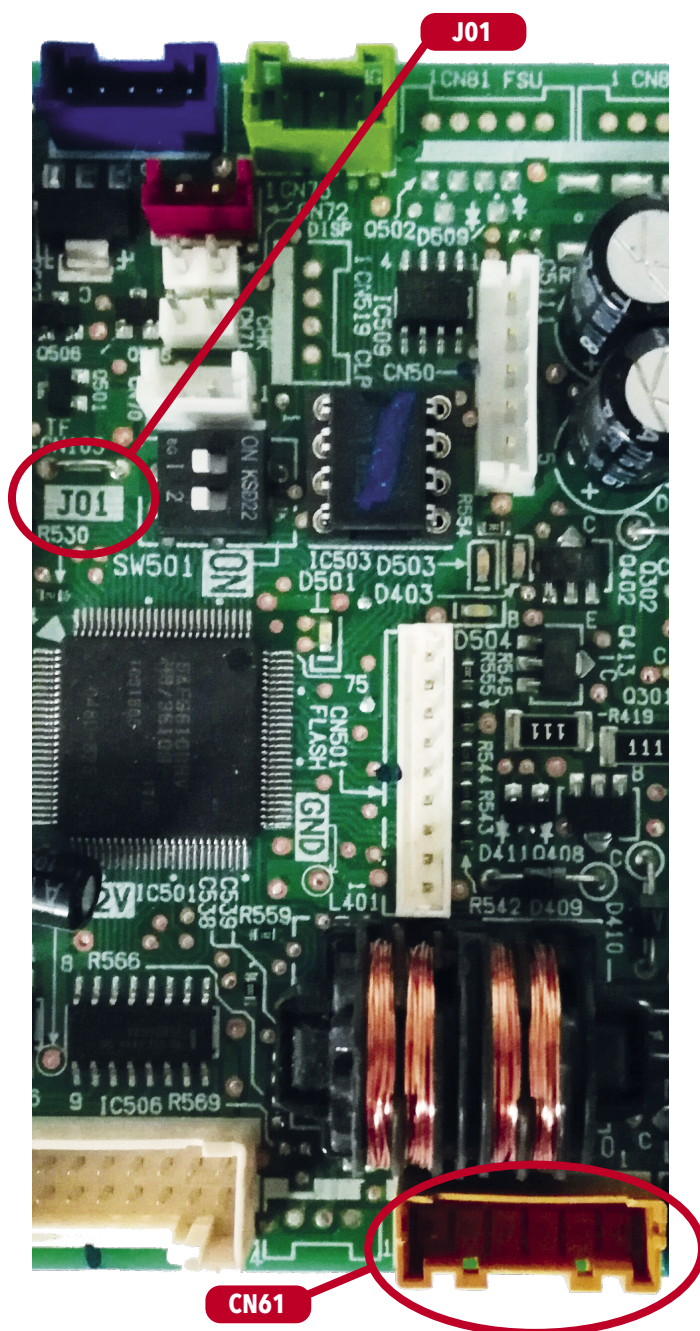

Rys. 5. Widok płyty głównej klimatyzatora (RAV-SM_UTP)
- Krok 2:** Przeciąć zworkę J01 na płytach głównych jednostek wewnętrznych (Rys. 5,6,7,8)
- Krok 3:** Wpiąć wtyczki CN61 do gniazd CN61 na płytach głównych jednostek wewnętrznych (Rys. 5,6,7,8)